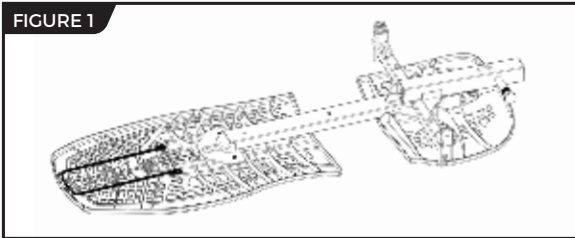

FIGURE 1
- Disposez les parties supérieure et inférieure face contre le sol (Figure 1).